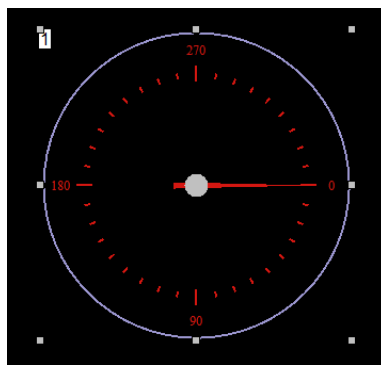

图 3-3 终止值
2)终止值：仪表量程最大的数值，可以进行设置。仪表指针转了 360° 之后，如图 3-3